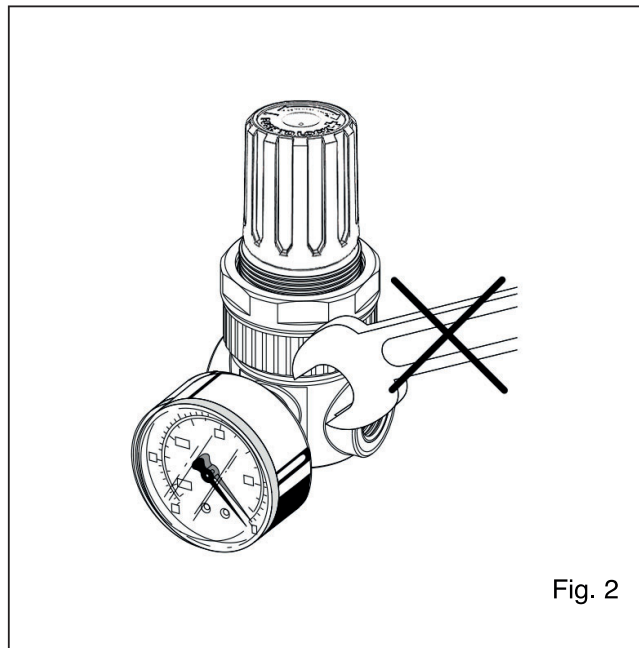

Fig. 2
- Das Manometer ohne Einsatz von Schlüssel montieren (Abb.2)
- Установите манометр без использования ключей (рис. 2)